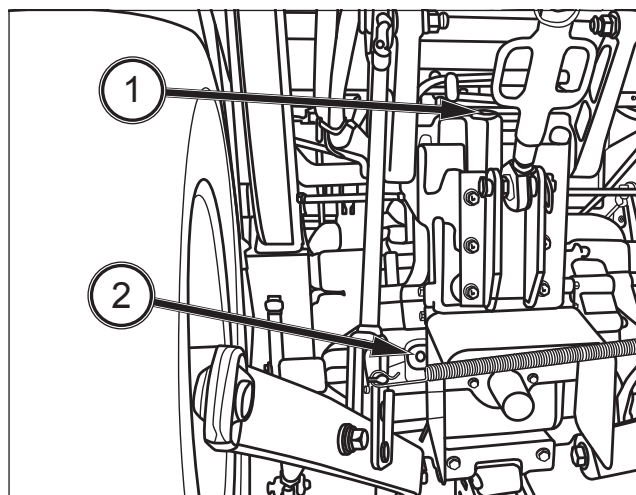

FIG. 109
FIG. 109 : pour vérifier le niveau d'huile de transmission - Garez le tracteur sur un sol plat. Le niveau d'huile doit être visible dans le regard de niveau d'huile (1). Au besoin, complétez le niveau en retirant le bouchon de remplissage (2) et en ajoutant l'huile par l'orifice de remplissage.